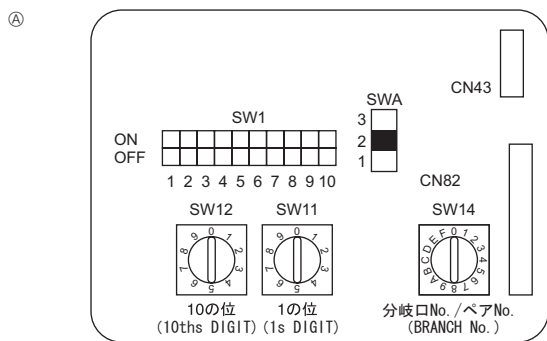

Fig. 6-4
6.5. Definição dos endereços (Fig. 6-4)